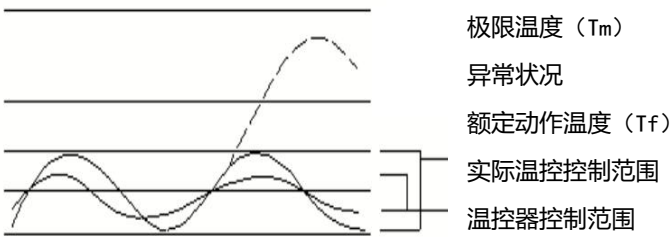

图 3
- 5) 应用产品必须经过测试以确定出现任何异常状况时都不会使温度保险丝周围温度超过极限温度(T_m)，这种状况可能出现在一种称为“余热过冲”的状况下。例如：一个热风机在进风口或出风口堵塞时引起温度升高到 T_f ，这时温度保险丝断开电路，但是，一个不正确的设计可能会引起装置提前开路 and 过度的余热过冲可能会损伤保险丝，应用产品须经测试以确定在正常的温度波动状态(如控温器的动作与复位引起的加热器温度波动)下，温度保险丝周围温度在控温器的通断循环中不会达到 T_m 。(见图 3)